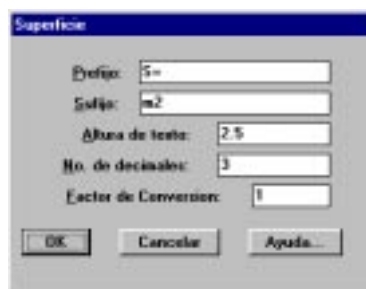

Fig. 2: Caja de diálogo
1. Aparece una caja de diálogo, donde se pueden suministrar datos y parámetros iniciales (fig. 2)